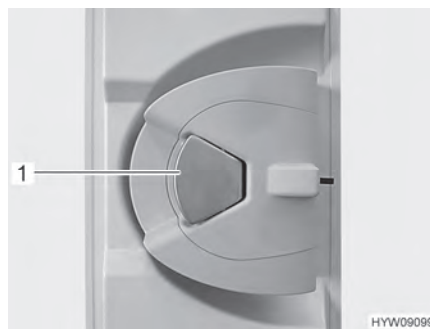

Fig. 30 Cerradura de la puerta
Abrir: ■ Cuando la cerradura de la puerta está bloqueada: Tirar una vez del tirador de la puerta (Fig. 30,1). La puerta está desbloqueada.
■ Tirar del tirador de la puerta (Fig. 30,1). La puerta está abierta.
Bloquear: ■ Presionar el tirador de la puerta (Fig. 30,1).